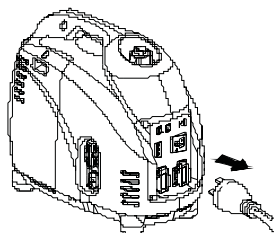

Рис. 21
1. Выключите все подключенное оборудование (Рис. 21).